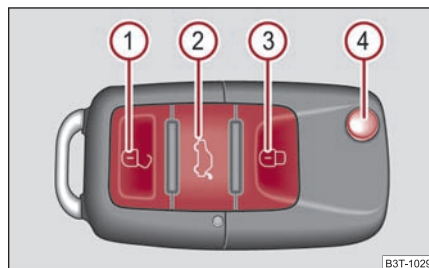

Fig. 48 Clé à radiocommande
- Appuyez sur la touche **2** pendant 1 seconde environ ⇒ fig. 48. Autres informations ⇒ page 49.
- Appuyez sur la touche **2** pendant 2 seconde environ ⇒ fig. 48. Autres informations ⇒ page 49.